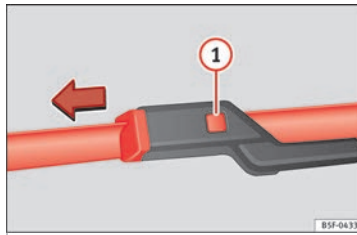

Fig. 72 Cambio de la escobilla del limpiaparabrisas.
- Oprima el botón de seguridad ① » **fig. 72**.